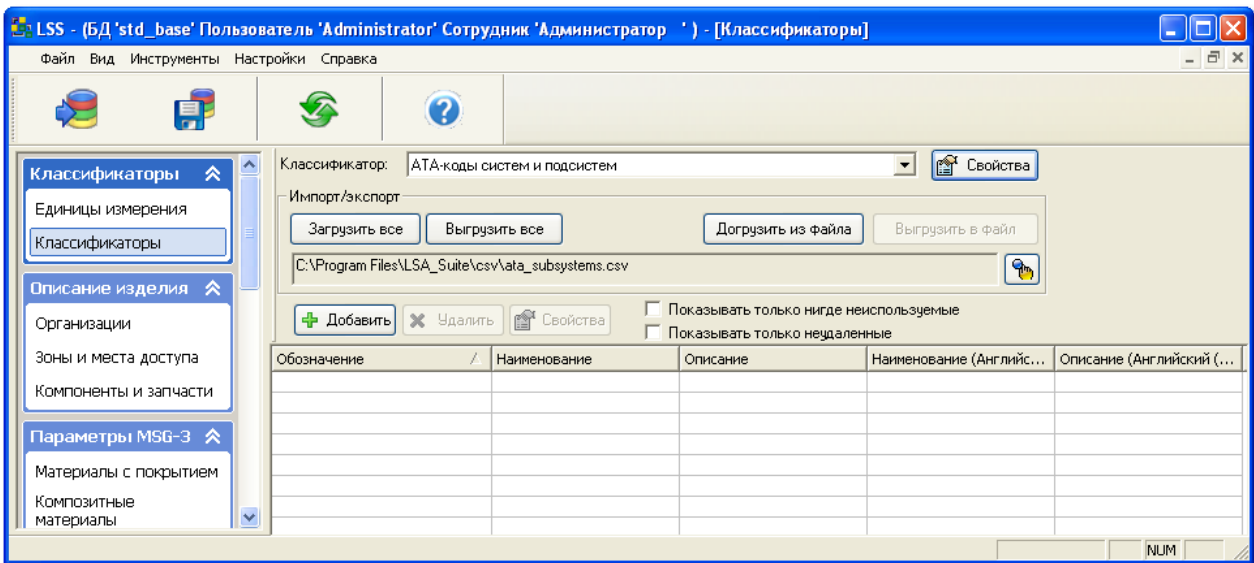

Рис. 3-7
Для работы с классификаторами на панели навигации в разделе **Классификаторы** выберите вкладку **Классификаторы** (рис. 3-7).
- Для загрузки классификаторов нажмите на кнопку **Загрузить все** (рис. 3-7). В появившемся меню кнопки **Загрузить все**: